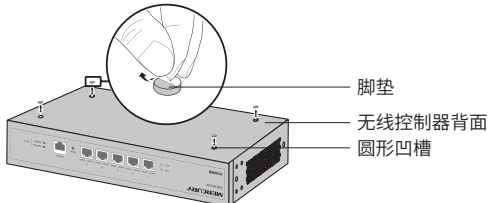

图3-1 桌面安装示意图
2. 逐个揭去4个脚垫的胶面保护纸，分别黏贴在位于机壳底部四角的圆形凹槽中，如图3-1所示；